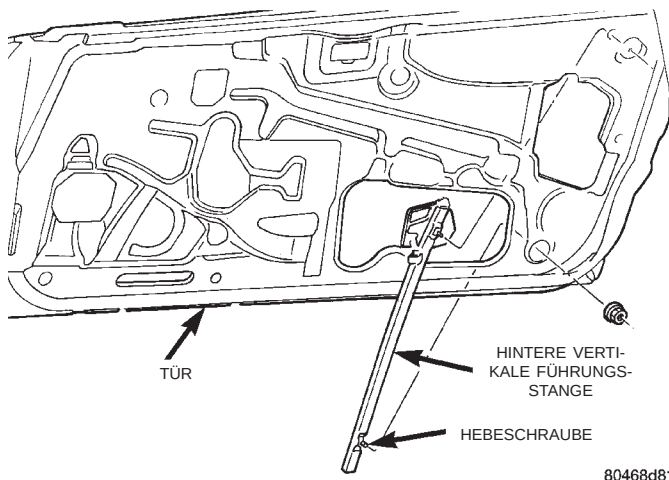

Abb. 21 Hintere vertikale Führungsstange
(1) Türverkleidung abbauen und Wasserschutzfolie abziehen.
(2) Haltemutter lösen, mit der der obere Teil der hinteren Führungsstange am Türinnenblech befestigt ist.
(3) Mit einem geeigneten Innensechskantschlüssel die Kontermutter unten an der Führungsstange am Türinnenblech lösen. Dabei die Hebeschrauben festhalten.
(4) Hintere vertikale Führungsstange durch die große Zugangsöffnung im Türinnenblech ausbauen (Abb. 21).